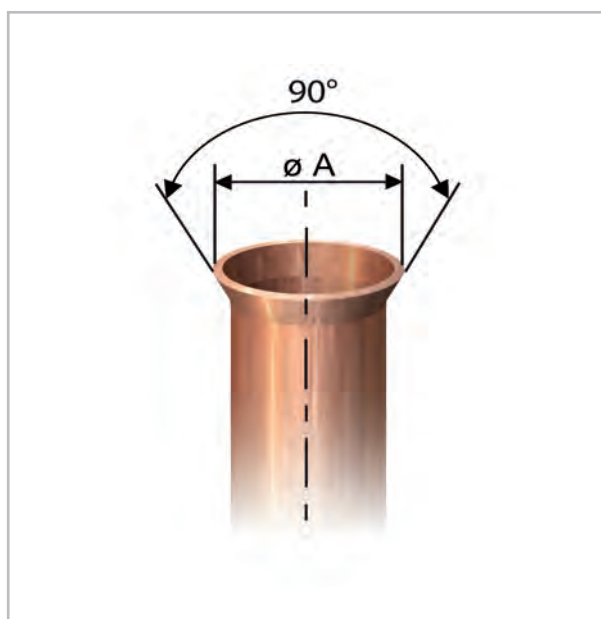

Fig. 31: Bord relevé de forme adéquate
9. ➤ Vérifiez que le bord relevé présente la forme adéquate (Voir la Fig. 31).